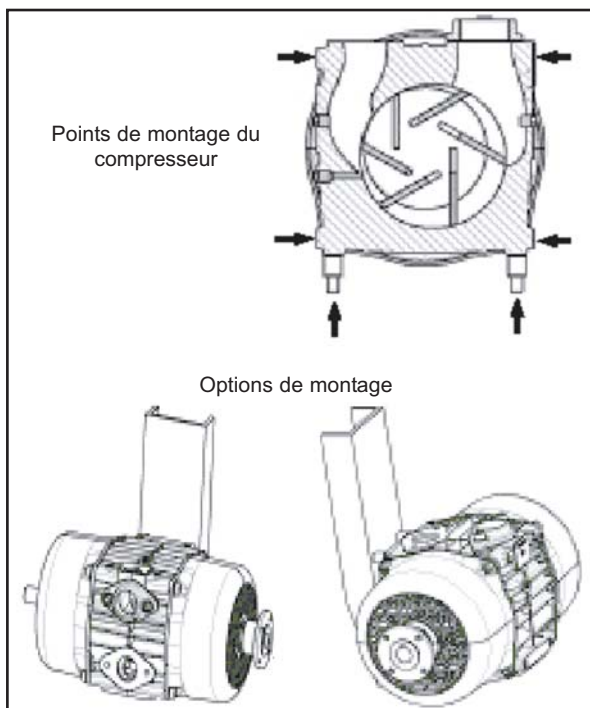

Figure 1 - Montage
1. Les points de montage du compresseur E106 se trouvent sur les deux côtés du corps et sur le socle. Le montage s'effectue à l'aide des goujons et des entretoises fournies ; voir la figure 1. Outre le support de montage standard, MOUVEX peut fournir des supports qui s'adaptent aux installations existantes utilisant d'autres types de compresseurs.